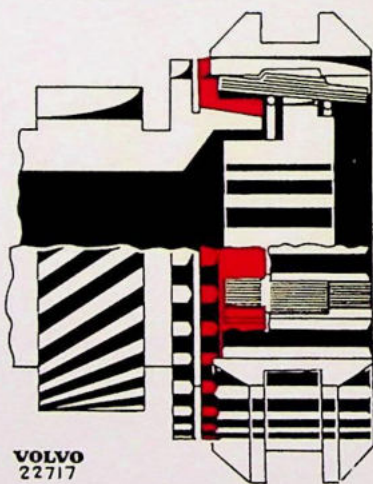
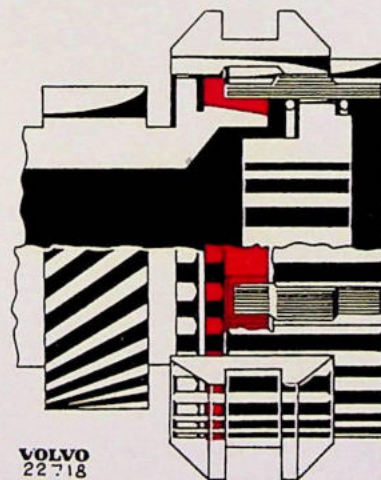

Fig. 4-21. Synchroniseren
Fig. 4-22. Versnelling ingeschakeld
tandwiel toe. De schakelpallen (4) drukken dan de synchroneshring (2) tegen de conus van het tandwiel (1). Indien de synchroneshring en de tandwielen met verschillende snelheden draaien, zal de synchroneshring met dezelfde snelheid als de schakelmof draaien. Door de schakelpallen wordt de synchroneshring echter belet om meer dan een halve tandbreedte te draaien, zie Fig. 4-21. De tanden van de synchroneshring hebben hun halve breedte in contact met de tanden van de schakelmof en worden op deze manier verhinderd om in te schakelen. Door de wrijving tussen de synchroneshring en het tandwiel verkrijgt het tandwiel dezelfde omwentelingssnelheid als de synchroneshring. Wanneer ze beide met dezelfde snelheid draaien is de schakelmof in staat de synchroneshring terug te draaien en schakelt de versnelling in; zie Fig. 4-22.